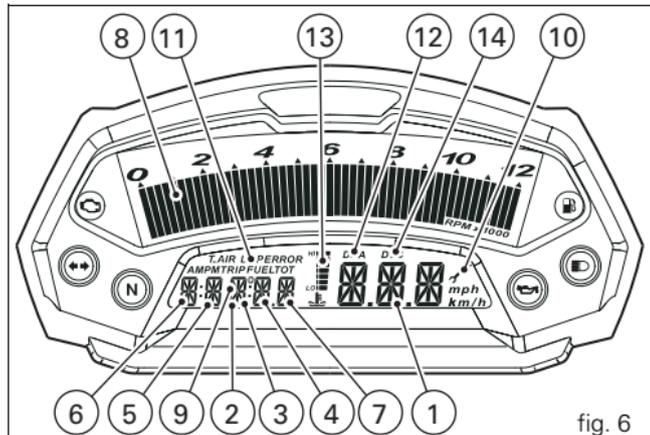

fig. 6
**10) Indicateur d'entretien préventif** (fig. 6).
**11) Fonction LAP** (fig. 6).
**12) Fonction DDA** (fig. 6).
**13) Indicateur de température de l'huile moteur** (fig. 6). Important
**14) Système de contrôle de traction (DTC)** (fig. 6).